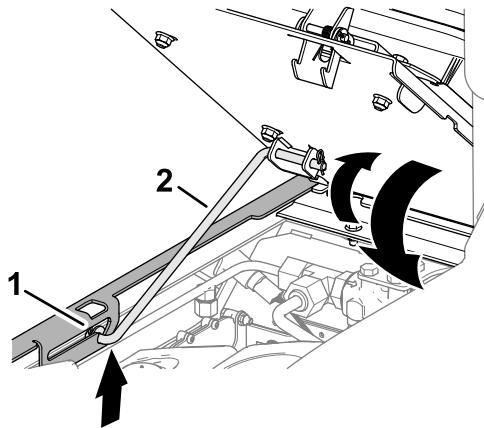

Рисунок 109
- Немного поднимите сиденье и выведите опорную стойку из углубления паза в опоре сиденья (Рисунок 109).